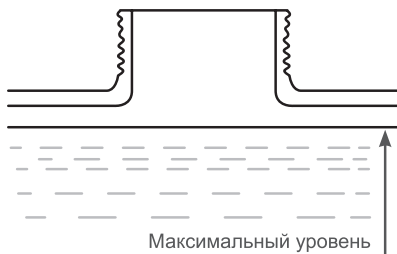

Рис. 13. Максимальный уровень топлива в топливном баке
Максимальный уровень топлива показан на Рис. 13.
3. Залейте бензин в топливный бак при помощи специальной емкости или воронки до уровня, показанного на Рис. 13.